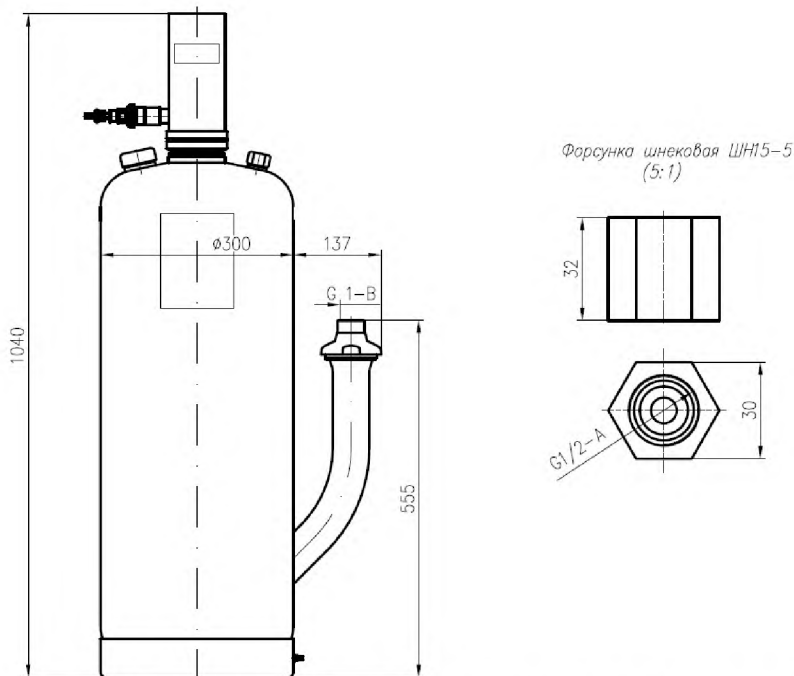

Рис. 1. Габаритные размеры модуля пожаротушения тонкораспыленной водой «Буря 50ТРВ».
4. Габаритные размеры, мм	см. рис.1